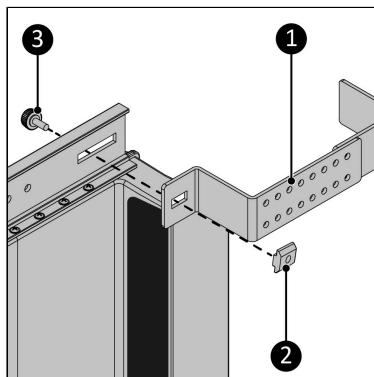

Figura 80.
7. Înșurubați suportul (Figura 80, nt. 1) la șina principală în poziția frontală folosind șurubul cu buton (Figura 80, nt. 3). Asigurați-vă că ați conectat șurubul butonului la piulița glisantă (Figura 80, nt. 2).